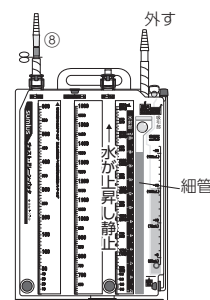

図 5
- 5) 気泡が発生したら、吸引装置接続チューブ⑫を吸引装置から外す。水封部の水（青色）が細管を上昇し、20～30秒間静止していることを確認する。（図5）確認後チューブ鉗子を外すこと。